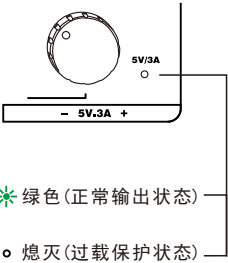

图14
2. 假如前面板的  指示灯熄灭, 则表示已超过最大额定电流 3A (过载), 此时输出电压及电流将渐渐降低以执行保护功能。若要恢复固定5V输出, 则必须减轻负载量, 直到  绿色指示灯亮起。图14所示